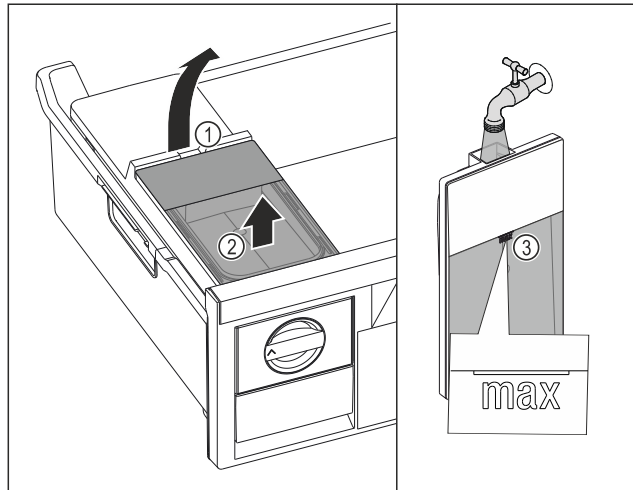

Fig. 103
- ▶ Поднимите бак для воды за выемку Fig. 103 (1).
- ▶ Извлеките бак для воды движением вверх. Fig. 103 (2)
- ▶ Наполните бак для воды питьевой водой до отметки Fig. 103 (3).